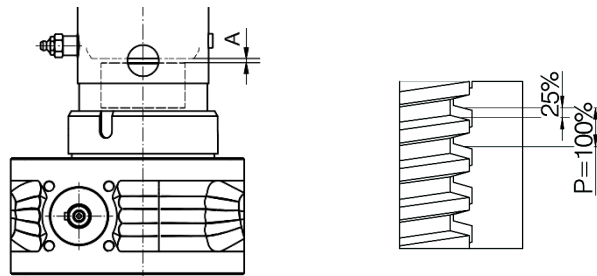

Abb. 12: Sicherheitsfangmutter SIFA: Maß "A" für Vergleich bei Verschleißprüfung
3. Falls eine Sicherheitsfangmutter SIFA vorhanden ist. Maß „A“ messen und notieren (siehe Abb. 12). Dieses Maß im Neuzustand dient im weiteren Betriebsverlauf als Vergleichsmaß und ist notwendig, um später den Verschleiß beurteilen zu können (siehe Kapitel 7.1.1)
3. Falls eine Sicherheitsfangmutter SIFA vorhanden ist: Verschleiß gemäß Abb. 12 prüfen.